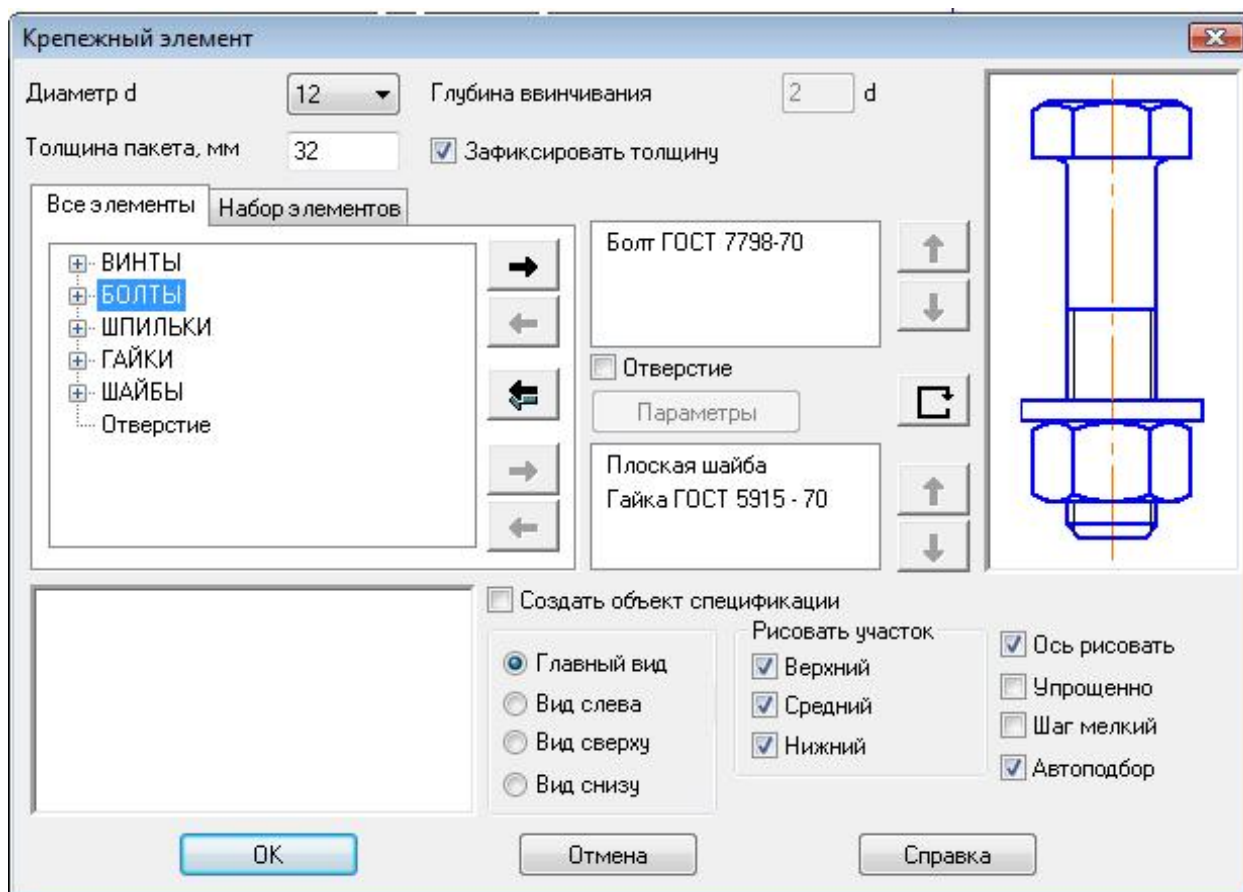

Рис. 3.13. Окно «Крепежный элемент» Конструкторской библиотеки
- В открывшемся окне «Крепежные элементы» (рис. 3.13) в окне *Диаметр d* и *Толщина пакета* (включив флажок *Зафиксировать толщину*) укажите заданные параметры.